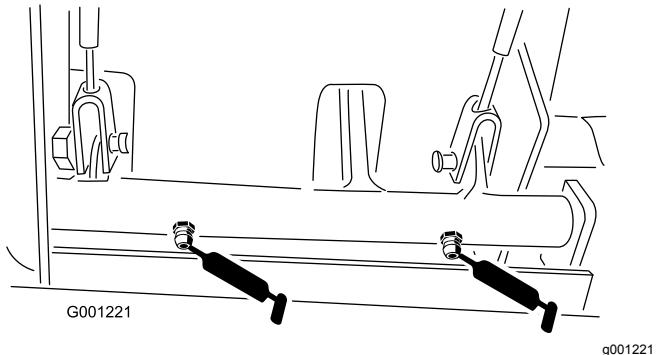

Figura 36
- Casquilhos da articulação dos travões (Figura 36)
- Cabos dos travões (rodas e extremidades dos pedais dos travões) (Figura 36)